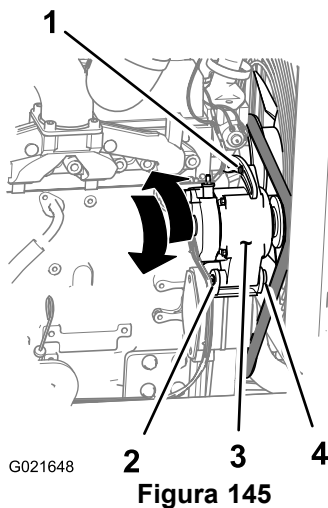

Figura 145
3. Afloje la tuerca y el perno del punto de pivote del alternador (Figura 145).
4. Afloje el perno de ajuste del alternador (Figura 145).
5. Gire el alternador alejándolo del motor para aumentar la tensión de la correa, o acercándolo al motor para reducir la tensión de la correa (Figura 145).
6. Apriete el perno de ajuste del alternador (Figura 145).
8. Si la tensión de la correa es correcta, apriete el perno y la tuerca en el punto de pivote del alternador (Figura 145); si no, repita los pasos 4 a 7.